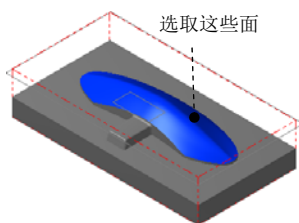

图 9.32 选取加工面
(1) 选取加工面。在图形区中选取图 9.32 所示的面 (共 3 个面)，然后按 Enter 键，系统弹出 “刀具路径的曲面选取” 对话框。